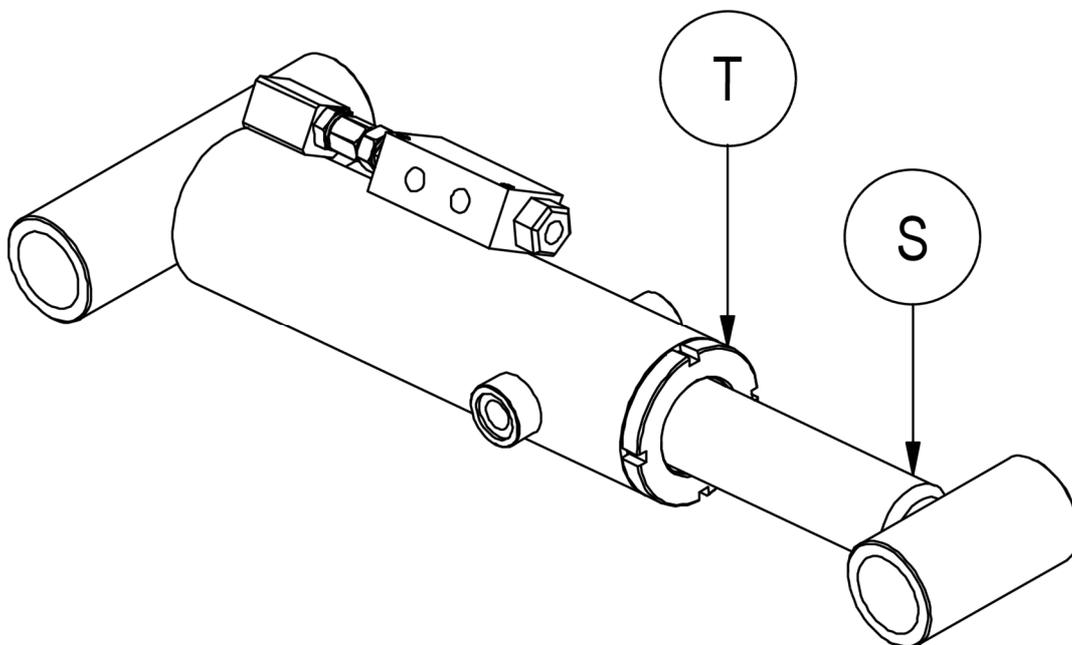

Abbildung 20
7. Beziehen Sie sich auf *Abbildung 20*.